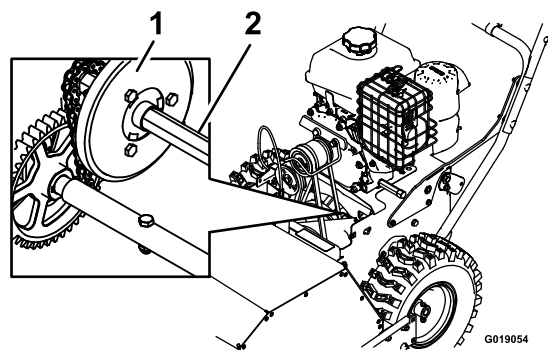

Рисунок 21
4. Опустите длинную чистую малярную кисть с наконечником малого диаметра в моторное масло и нанесите тонкий слой смазки на шестигранный вал (Рисунок 21).
**Внимание:** Не допускайте попадания масла на резиновое колесо или алюминиевый фрикционный диск, чтобы исключить проскальзывание привода тяги (Рисунок 21).